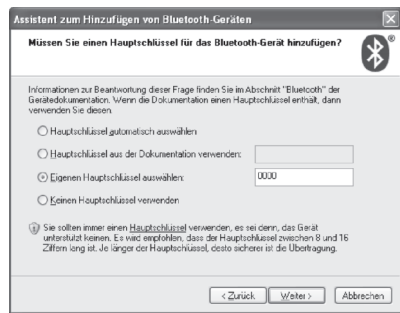

Abb. 4
5) Wählen Sie in dem folgenden Fenster (Abb. 4) den Punkt „Eigene Hauptschlüssel“ auswählen:“ und geben Sie in das Feld daneben 4 x Null (0000) ein. Klicken Sie dann auf „Weiter“.